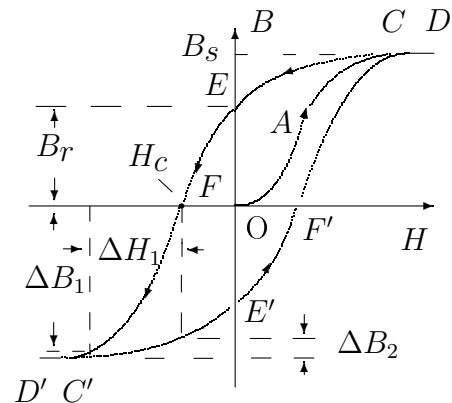
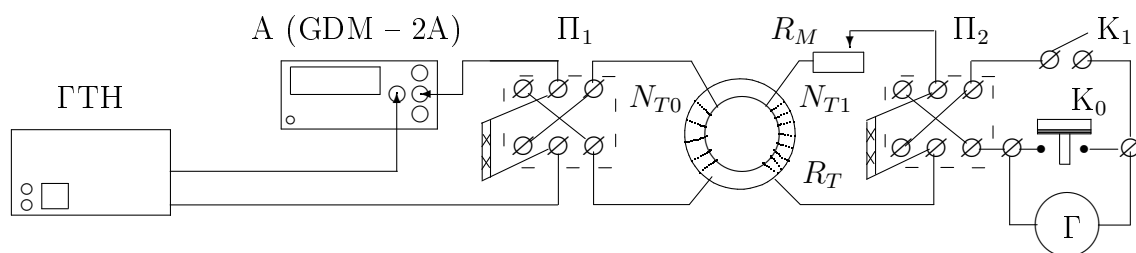
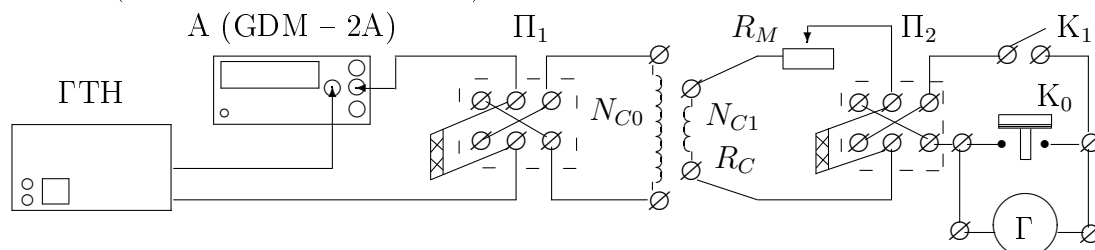
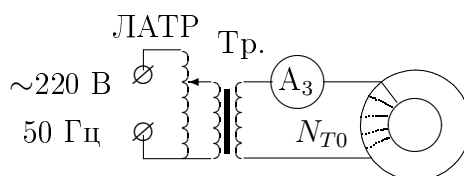

Рис. 1. Петля гистерезиса ферромагнетика
Рис. 4. Схема установки для исследования петли гистерезиса.
Рис. 5. Схема установки для калибровки гальванометра
Рис. 6. Схема установки для размагничивания образца
Магнитная индукция  $\mathbf{B}$  и напряжённость магнитного поля  $\mathbf{H}$  в ферромагнитном материале неоднозначно связаны между собой: индукция зависит не только от напряжённости, но и от предыстории образца. Связь между индукцией и напряжённостью поля типичного ферромагнетика иллюстрирует рис. 1.
**Экспериментальная установка.** Схема для исследования петли гистерезиса представлена на рис. 4. Специальный генератор токов намагничивания (ГТН) позволяет скачками менять токи в намагничивающей обмотке тороида. При нажатии на верхнюю (+) кнопку генератора ток растёт, на нижнюю (-) – падает. Одинаковые скачки  $\Delta I$  ( $\sim \Delta H$ ) вызовут разные отклонения зайчика гальванометра  $\Delta x$  ( $\sim \Delta B$ ) на разных участках петли: на рис. 1 скачок  $\Delta H_1$  может дать и  $\Delta B_1$  на участке  $FD'$ , и  $\Delta B_2$  на участке  $D'E'$ . Поэтому генератор меняет ток неравномерно: большими скачками вблизи насыщения и малыми вблизи нуля.
Схема на рис. 5 отличается от схемы на рис. 4 только тем, что вместо тороида подключён калибровочный соленоид.
**Размагничивание образца.** Чтобы снять начальную кривую намагничивания, нужно размагнитить сердечник. Для этого тороид подключается к цепи переменного тока (рис. 6).
**Исследование петли.** Измерения начинаются с максимального тока (точка  $C$  на рис. 1). Нажимая кнопку, следует фиксировать ток, соответствующий каждой позиции, и отклонение зайчика  $\Delta x$ , соответствующее каждому нажатию кнопки. Дойдя до нулевого тока (точка  $E$ ), следует поменять направление тока в обмотке  $N_{T0}$  переключателем  $\Pi_1$ , затем, увеличивая ток, пройти участок  $EC'$  до насыщения другого знака. В точке  $C'$  переключателем  $\Pi_2$  следует поменять направление тока в обмотке  $N_{T1}$ , чтобы при движении по правой ветви петли зайчик отклонялся в ту же сторону. В точке  $E'$  при нулевом токе ещё раз ключом  $\Pi_1$  изменяется направление тока в первичной обмотке, чтобы пройти участок  $E'F'C$ . Таким образом, измеряя шаг за шагом отклонения зайчика при изменениях тока, нужно пройти всю петлю гистерезиса.
1. Соберите схему согласно рис. 4: предварительно расположите ключи так, чтобы удобно было снимать отсчёты; ключ  $\Pi_1$  — ближе к амперметру; ключи  $\Pi_2$  и  $K_1$  — ближе к ключу  $K_0$ , куда подведены концы гальванометра. При сборке схемы и наладке первичной цепи тороида ключ  $K_1$  разомкнут (!).
6. Соберите схему согласно рис. 5. Для этого достаточно в схеме, изображённой на рис. 4, вместо тороида подключить соленоид с измерительной катушкой.
7. Уменьшите на магазине сопротивлений значение  $R_M$  на величину  $R_C$ :  $R'_M = R_M - R_C$  — при этом в формуле (4)  $R = R_{Cю}$
9. Начальную кривую намагничивания (участок  $OAC$  на рис. 1) можно снять по той же схеме (рис. 4), если предварительно размагнитить тороид в цепи переменного тока. Для этого соберите схему, изображённую на рис. 6, на отдельном столе: обмотку  $N_{T0}$  тороида подключите через амперметр переменного тока к выходу разделительного трансформатора  $Tr$ .
10. Вновь подсоедините тороид к цепи, изображённой на рис. 4. Установите тумблер генератора на минимальный ток (позиция 00) и снимите начальную кривую намагничивания, скачками увеличивая ток от нуля до  $I_{\max}$ . В случае сбоя в измерениях образец надо снова размагнитить.
Построение удобно начать с максимального значения  $\mathbf{H}$  (точка  $C$  или  $C'$  на рис. 1). Переход к следующему значению  $\mathbf{H}$  соответствует первому скачку  $\Delta B$  и т.д. Отложив все  $\Delta B$  по одной стороне петли и дойдя до насыщения, постройте вторую сторону таким же образом.